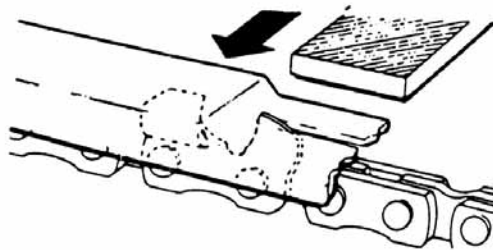

Fig. 4-3
- 3) Collocare il calibro di verifica sulla catena. Se il calibro di profondità sporge, limare a livello la sua parte superiore. Limare sempre dall'interno della maglia catena verso l'esterno. (Fig. 4-3)